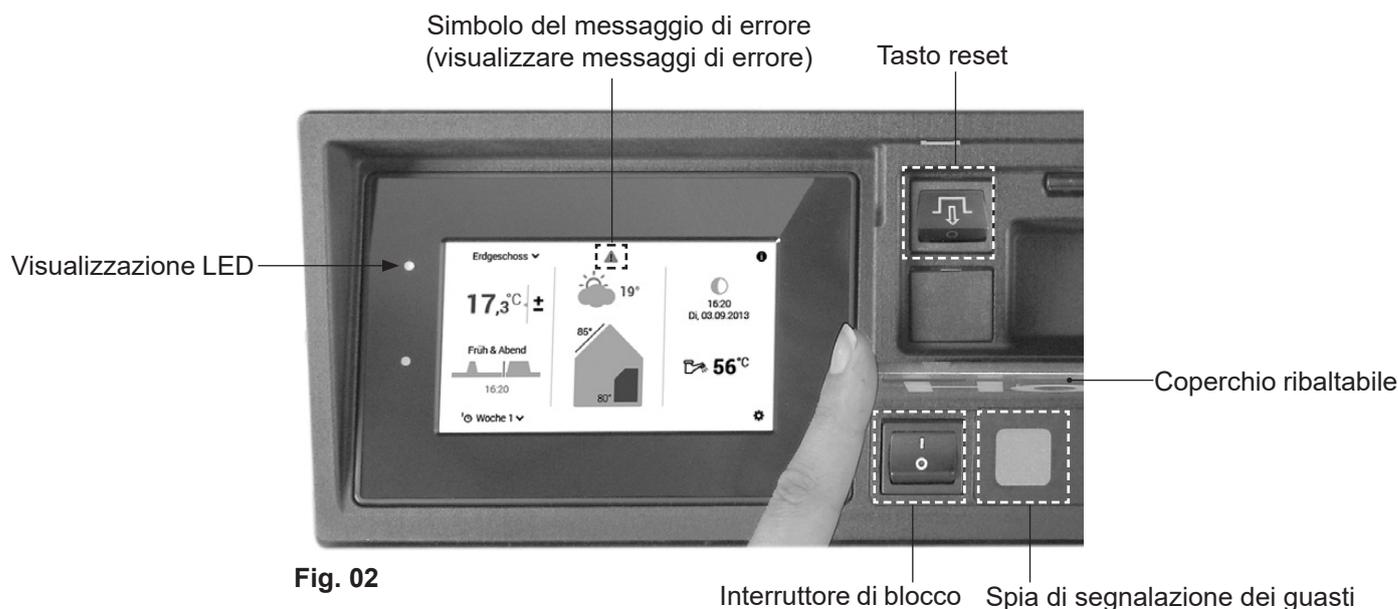

Fig. 02
2. Premere il tasto di reset (Fig. 02) per 3 secondi. Se la spia di segnalazione dei guasti si spegne, il generatore di calore esegue un tentativo di avvio. Se la spia di segnalazione dei guasti non si spegne o si accende di nuovo dopo il tentativo di avvio, contattare il servizio clienti Hoval.